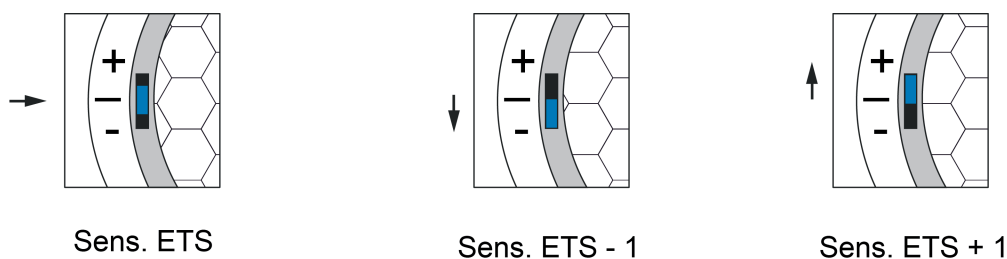

Bild 13: Einstellbereiche des Empfindlichkeitseinstellers am Gerät (-1 <-> 0 <-> +1)
- (4) Programmiertaste (rot)
- (7) Einsteller zur manuellen Empfindlichkeitskorrektur (blau)
Die Empfindlichkeit der Bewegungserfassung, die ein Maß für die Reichweite der PIR-Auswertung ist, kann getrennt für die PIR-Sektoren A, B und C in der ETS parametrierbar werden und ist darüber hinaus vor Ort am Gerät nach der Inbetriebnahme veränderbar. Hierzu verfügt das Gerät über den Einsteller (7), der das Verändern der parametrisierten Empfindlichkeitseinstellung aller PIR-Sektoren ermöglicht. Die Empfindlichkeit kann durch den blauen Schalter um maximal eine Stufe verringert oder erhöht werden (Bild 13).